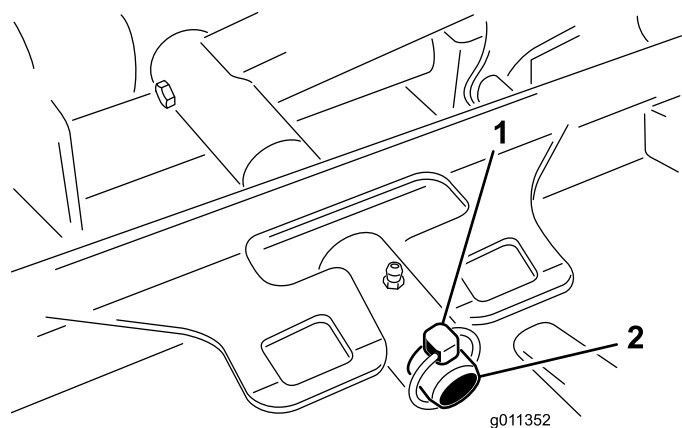

Figura 125
3. Rimuovete l'acciarino (per macchine Groundsmaster 4500) o il dado di fissaggio (per macchine Groundsmaster 4700) che fissa il telaio portante dell'apparato di taglio al perno girevole del braccio di sollevamento (Figura 125).
2. Fate scorrere il telaio portante dell'apparato di taglio sul perno girevole del braccio di sollevamento (Figura 125). Fissate l'apparato di taglio al perno con l'acciarino (per macchine Groundsmaster 4500) o il dado di fissaggio (per macchine Groundsmaster 4700).